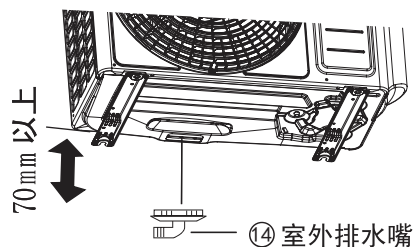
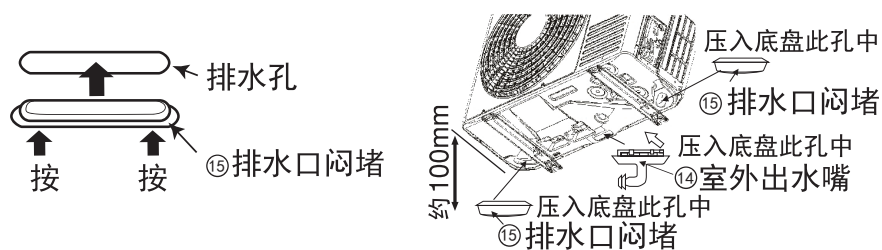

图30
图31
- 2 请将机体在安装后，按图30、图31所示将附件 ⑭ 室外排水嘴安装在出水孔中。